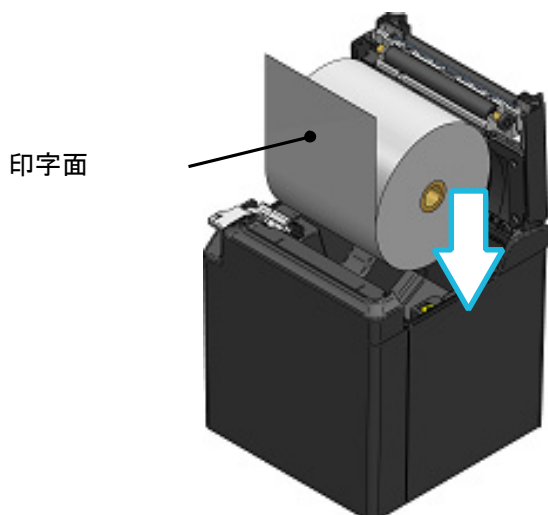
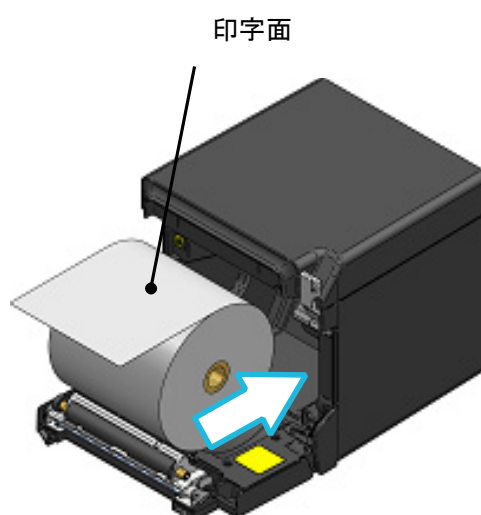

図 8-3 感熱紙セット方向（上排出）
図 8-4 感熱紙セット方向（前排出）
② 感熱紙の糊付け部を剥がしてください。
③ 感熱紙の方向を図 8-3、図 8-4のようにして、ペーパーホルダに静かに投入してください。